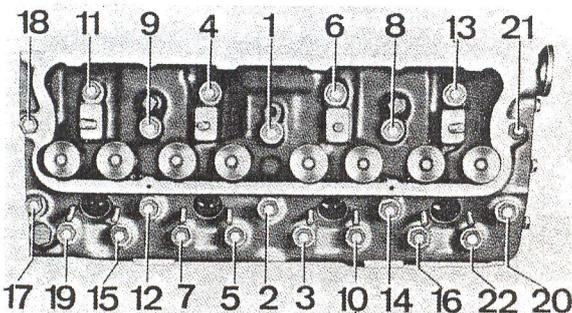

Fig. G9 —
2 et 2 M — Poser la culasse sur le bloc-cylindres et mettre en place les écrous et/ou vis. Procéder au serrage selon l'ordre indiqué à la figure G9. Le couple de serrage à observer est indiqué ci-après.
- 19 et 19 M — Arrêter le moteur lorsqu'il a atteint sa température normale de fonctionnement et vérifier à nouveau le couple de serrage de la culasse en respectant l'ordre de serrage indiqué figure G9.